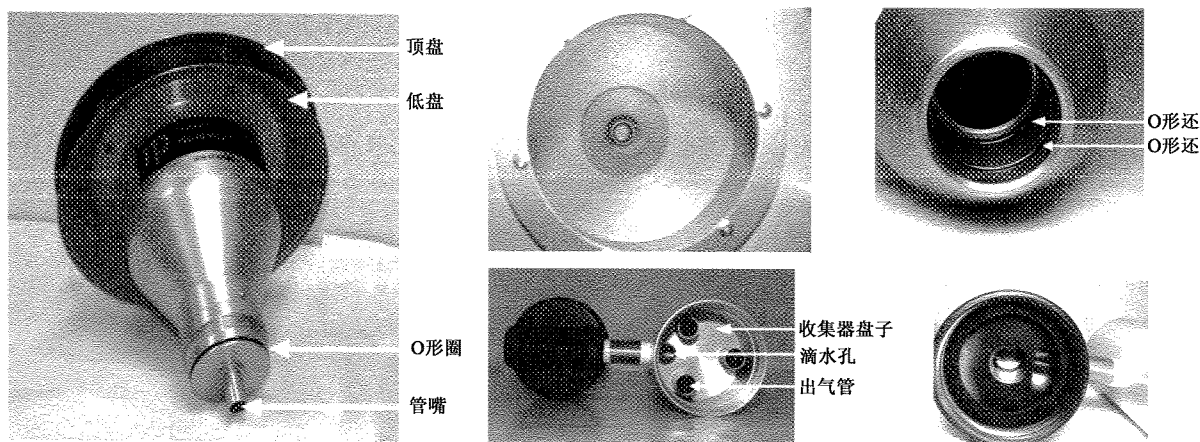
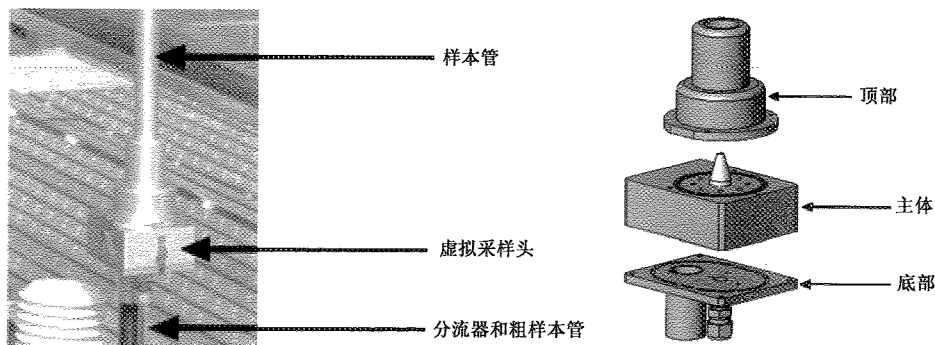

图 2-58 采样头的整体结构(左)和分解图(中、右)
图 2-59 虚拟采样头的位置(左)和分解图(右)
从采样头上移除雨罐,并将采样头从样本管上拆下。从较低收集器组件中拆下顶上加速组件(图 2-58)。
在顶盘偏导锥和低盘上用铅笔做上记号,以便重新组装时正确定位,然后,使用菲利普斯螺丝刀从顶盘的顶部拆下四个盘头(图 2-58)。提起顶盘,离开四个有螺纹的绝缘片,放至一旁。
清洁加速组件的内壁(图 2-58)。注意:确保加速组件的管嘴清洁。如果不清洁,则使用棉签和清洁器除去任何沾染物。
检查大直径冲击器嘴的 O 形环是否损坏或磨损(图 2-58)。必要的话,进行更换。O 形环涂上一层薄薄的硅氧烷润滑油。加速组件的铝线也要涂一层薄硅氧烷润滑油。
使用一个通用的清洁器和一片纸巾,清洁收集器的组件内壁和盘子(图 2-58)。注意:入口内的大部分沾染物一般都在收集器的盘上。
清洁 3 个出气管(图 2-58)。需要使用一根棉签清洁出气管。
清洁收集器组件的底面(图 2-58)。检查两个入口管道封闭 O 形环是否损坏或磨损。如有必要,更换 O 形环。
清洁雨罐。检查雨罐盖子的黄铜突起,确保其牢固并通畅(图 2-58)。
(1)从系统顶部拆下入口,然后从分流器的粗样本管上拆下虚拟采样头(图 2-59);
- (2)拆下连接入口和冲击器的 1 1/4 英寸样本管(图 2-58 和图 2-59);
- (3)拆下虚拟采样头底面 4 个角上的 4 颗螺丝,将其从底盘分开(图 2-59);
- (4)拆下将虚拟采样头的顶部固定到主体的 3 颗螺丝(图 2-59);
- (5)用水和温和的洗涤剂清洗冲击器主体的内面、顶部和底部。若有必要,可以用一个通用的清洁剂;
- (6)检查虚拟采样头中的每一个 O 形环,如有损坏,则应更换。如有必要,在 O 形环上涂一薄层润滑油;
- (7)用在第(3)步中拆下的 4 个螺丝将底座安装到主体上;
- (8)用在第(4)步中拆下的 3 个螺丝将顶部安装到主体上;
- (9)将接头管安装到虚拟采样头的顶部,将采样头安装分流器,并将入口安装在接头管的顶部(图 2-58和图 2-59)。